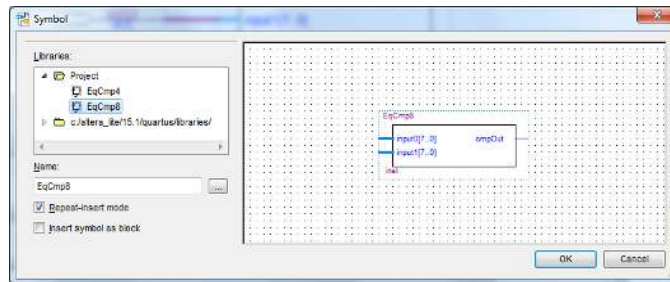
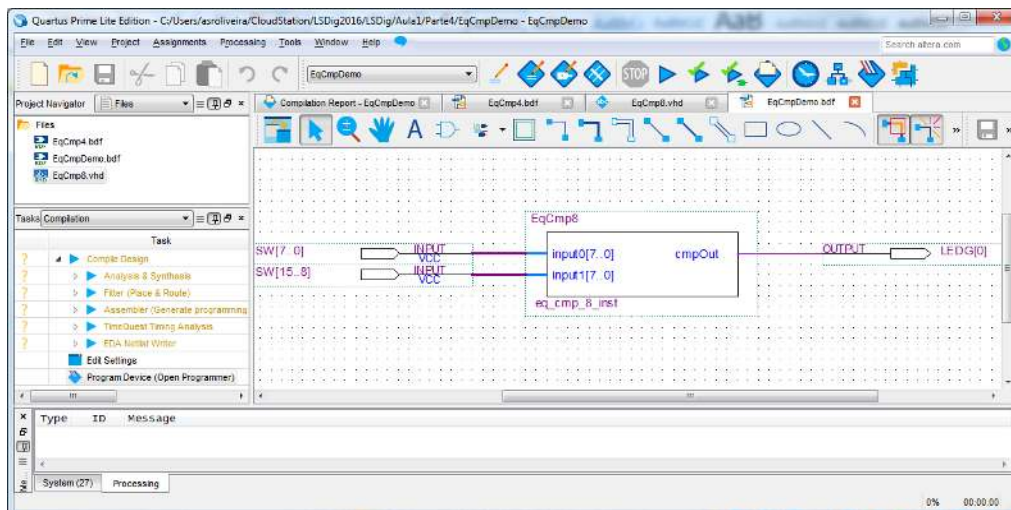

Figura 67 – Instanciação num diagrama esquemático do módulo “EqCmp8”.
Figura 68 – Interligação do módulo “EqCmp8” e dos ports de entrada e de saída e identificação dos diversos elementos do circuito no módulo “EqCmpDemo”.
11. Troque no ficheiro *top-level* “EqCmpDemo” a instanciação do módulo “EqCmp4” pelo módulo “EqCmp8” (Figura 67) e ligue-o tal como ilustrado na Figura 68.